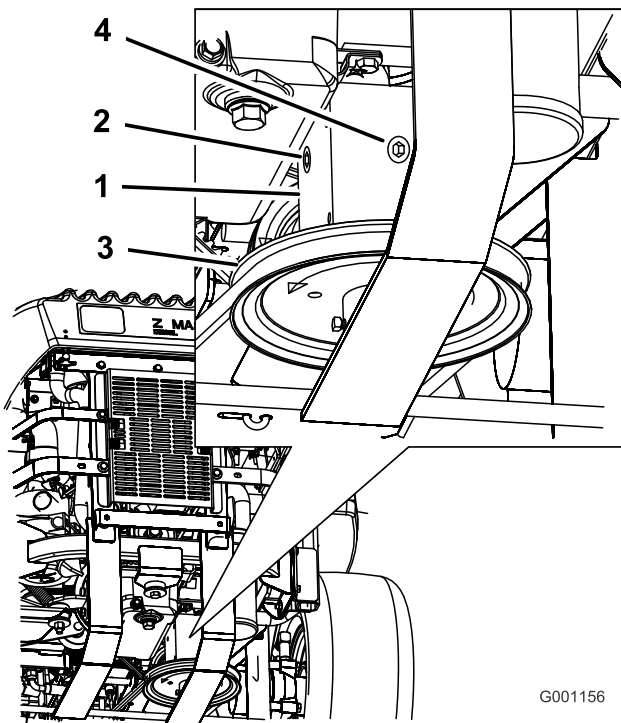

Figure 63
4. Enlevez le bouchon latéral ou arrière du boîtier (Figure 63).